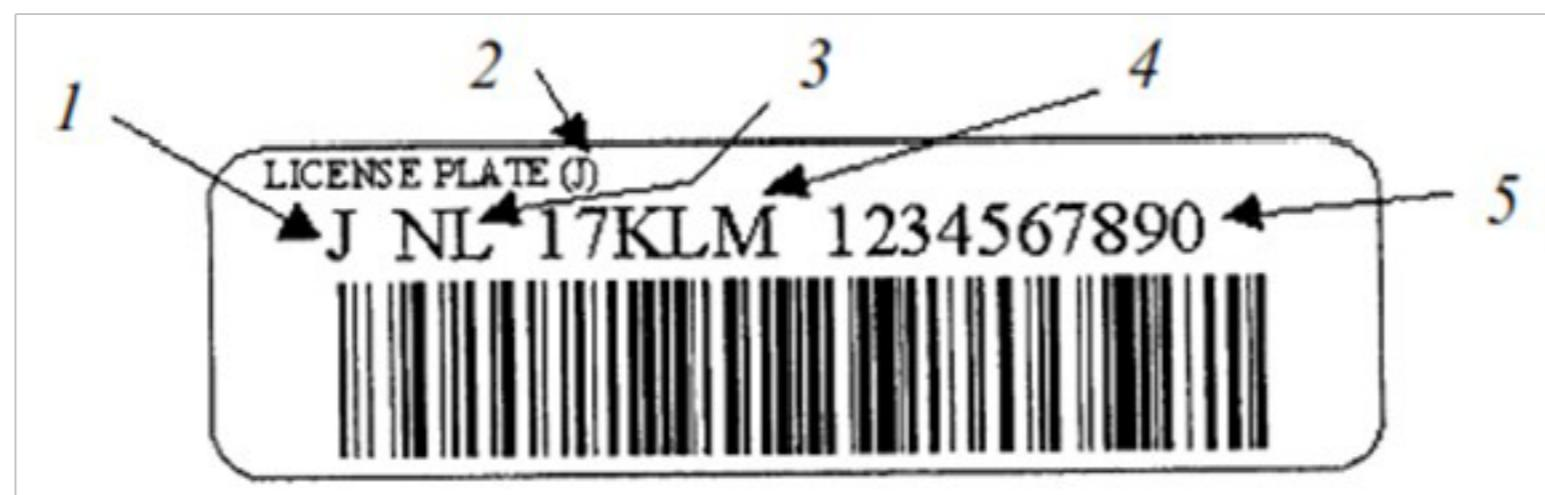

Рис. 2.9. Основная этикетка, использующая уникальный идентификатор транспортируемой единицы
- уникальный идентификатор транспортируемой единицы, использующий идентификатор данных FACT «J», представленный в символике Code 39 или Code 128 (рис. 2.9).